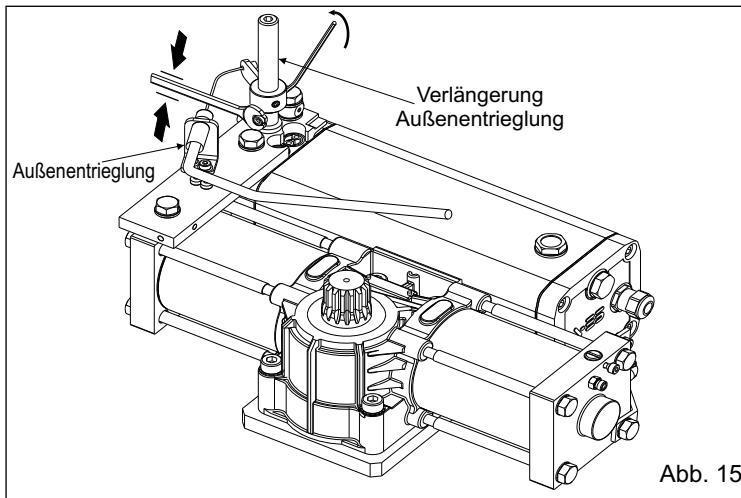

Abb. 15
4.1. Bevor der Antrieb in das selbsttragende Gehäuse eingesetzt wird, die Verlängerung der Entriegelung (Abb.15) installieren.
-Da es sich um eine Notbetätigung handelt, hat die Außenentrieglung nur die Funktion zu entriegeln, **die erneute Blockierung des Antriebs muss auf der Innenentrieglung durchgeführt werden** (Abb.15).